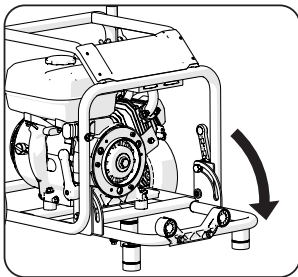

Abb. 8
- Klappen Sie den Zubehörrahmen aus. (Abb. 8)